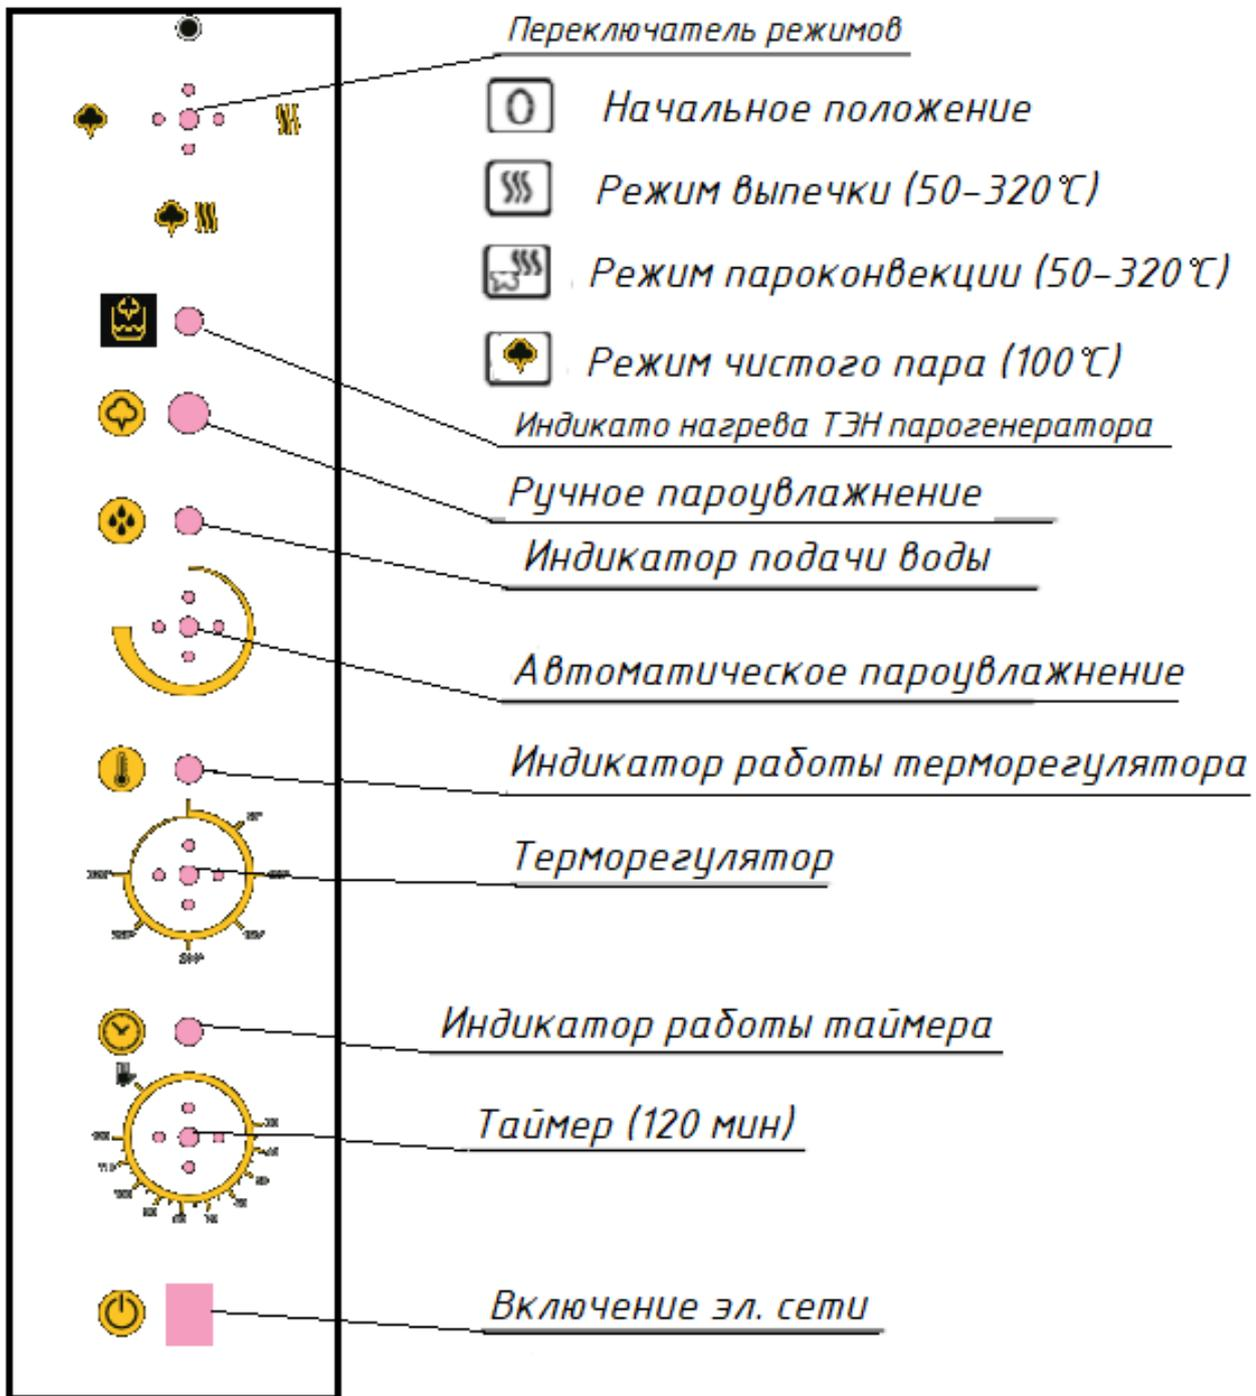
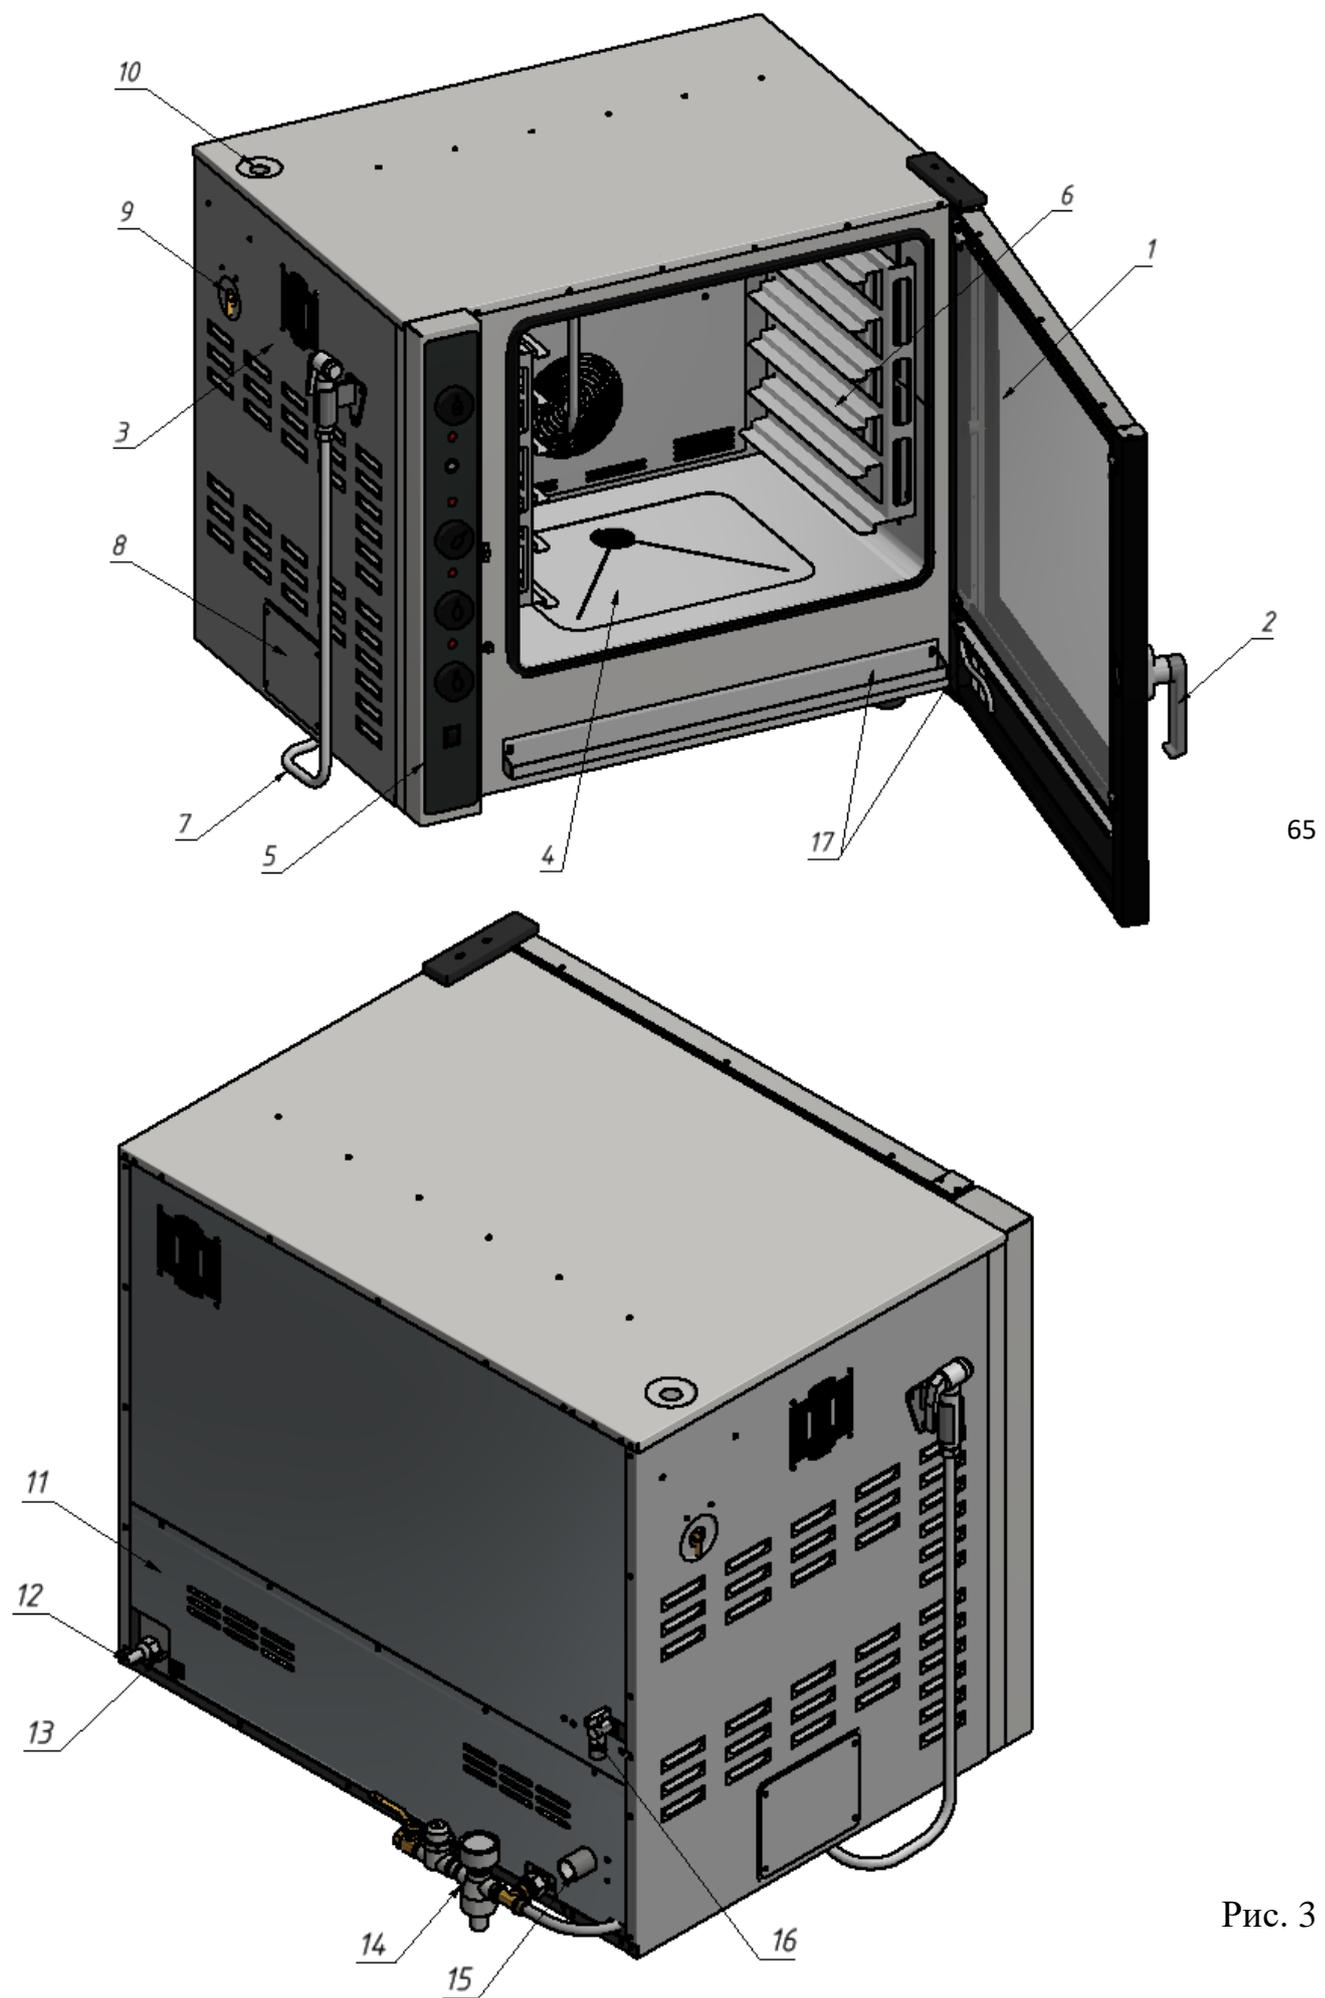
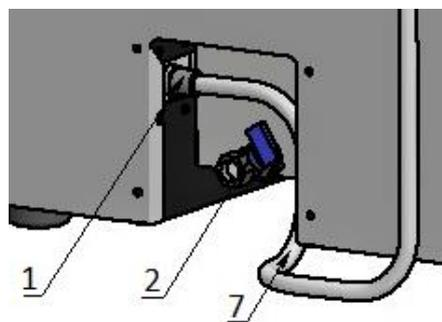

Рис. 2
Рис. 3
Рис.4
1.3. Корпус установки должен быть заземлен (Поз.13, Рис.3).
1.4. Следите за тем, чтобы направляющие (Поз.6, Рис.3) были установлены надежно в рабочей камере после чистки и техобслуживания.
6.1. Элементы управления указаны на Рис.2. Основные части изделия указаны на Рис.3 и перечислены в Таблице 3.
7.4. Подсоединение заземления корпуса пароконвектомата к заземляющему контуру помещения осуществляется согласно ГОСТ 27570.0-87 с помощью болта заземления (Поз.13, Рис.3).
7.5. Электрошнур (ПВС 5х2,5) (Поз.12, Рис.3) печи подключить к электрической сети 380В.
7.6. Присоединить сливной патрубок пароконвектомата (Поз.15, Рис.3) к канализационной сети.
7.7. Во избежание потери пара, убедиться, что кран воронки для промывки парогенератора (Поз.9, Рис.3) закрыт.
7.10. Подсоединить душ (Поз.7, Рис.4) к патрубку (Поз.1, Рис.4) предварительно сняв лючок (Поз.8, Рис.3).
8.3. Установка работает в трех режимах приготовления пищи, режимы задаются с помощью элементов управления Рис.2.
- При «*Выдержки времени*» необходимо задать время выпечки повернув ручку таймера почасовой стрелке и установив необходимую длительность тепловой обработки по шкале (Рис.6). В данном случае нагрев печи прекратится по истечению времени, когда ручка таймера сама установится в положение «OFF» (Рис.6). По завершению времени приготовления установить ручки всех регуляторов (Рис. 2) в нулевое положение.
- При «*Ручном управлении*» печь работает без таймера, для этого следует переключить ручку таймера в крайнее левое положение, режим «ON» (Рис.6). Контроль времени должен осуществляться поваром. По завершению приготовления установить ручки всех регуляторов (Рис.2) в нулевое положение, а ручку таймера перевести в режим «OFF» (Рис.6).
Перед установкой времени приготовления повернуть ручку терморегулятора (Рис.2) в необходимое положение от 50 до 300°С и задать температуру выпечки. О нагреве камеры свидетельствует индикатор работы терморегулятора. Затем установить ручку таймера в нужное положение.
Установка начинает работать в режиме «Выпечка» (ТЭНы нагревают воздух в камере, а вентилятор равномерно распределяет тепло по всему объему камеры). По мере необходимости увлажнения в камере, возможно использование ручного пароувлажнения с помощью кнопки (Рис.2). Подавать воду необходимо импульсами в течение не более 2-3 секунд не более 2 раз.
Предварительно необходимо прогреть камеру до 100 °С в режиме «Выпечка». Затем выбрать переключателем режимов «Пароконвекцию». Перед установкой времени приготовления повернуть ручку терморегулятора (Рис.2) в необходимое положение от 50 до 300°С и задать температуру выпечки. Затем установить ручку таймера в нужное положение.
С помощью регулятора автоматического пароувлажнения (Рис.2) выставить требуемую частоту подачи пара. Крайнему левому положению ручки регулятора характерен впрыск воды продолжительностью 2с каждые 10 мин. Крайнему правому положению ручки регулятора характерен впрыск воды продолжительностью 2с, с частотой 1 мин. О подаче воды в камеру свидетельствует индикатор подачи воды.
8.11. По окончании работы установки: выключить кнопку электросети, провести чистку рабочей камеры специальными чистящими средствами, обмыть ручным душем (Поз.7, Рис.3) и вытереть насухо. Отключить воду.
9.6. - ежедневно. В конце работы необходимо произвести тщательную очистку наружных поверхностей от остатков пищи, конденсата, жира и др., используя для этого стандартные средства очистки, не содержащие абразив. Трудноудаляемые пятна очищать специальными средствами по уходу за нержавеющей сталью. После очистки, протереть все поверхности сухой тканью. Для очистки внутренних стенок камеры следует использовать душ (Поз.7, Рис.3), предварительно сняв направляющие (Поз.6, Рис.3) движением вверх. Для очистки двери следует открыть внутреннее стекло. Для удобства очистки ванночек для сбора конденсата (Поз.17, Рис.3) рекомендуется их приподнять и снять с держателей. Не применять абразивные порошки и средства, содержащие агрессивные среды.
9.8. Периодически следует проверять резиновый уплотнитель на корпусе (Поз.3, Рис.3). В случае износа или повреждения уплотнитель вытянуть из паза и заменить на новый.
9.10. При длительном перерыве в работе установки помимо отключения его от сети электроснабжения, водоснабжения, канализации и заземления необходимо слить воду из гидрозатвора. Для этого необходимо снять лючок (Поз.8, Рис.3), затем (используя гибкую сантехническую подводку или емкость) открыть кран слива воды из гидрозатвора (Поз.2, Рис.4). Также необходимо слить воду из парогенератора. Для этого необходимо (используя гибкую сантехническую подводку или емкость) открыть кран слива воды из парогенератора (Поз.16, Рис.3).
9.11. Очистку парогенератора от накипи проводить 1раз в 10дней, но не реже 1раза в месяц. Для этого отключить пароконвектомат от электросети. Слить воду из парогенератора через кран слива воды (Поз.16, Рис. 3), после чего закрыть кран. Открыть кран воронки для промывки парогенератора (Поз.9, Рис.3) и залить раствор для удаления накипи в воронку для промывки парогенератора (Поз.10, Рис.3) объемом 4 литра, после чего включить оборудование в режим чистого пара на 20 мин. По истечении времени отключить пароконвектомат от электросети и слить раствор через кран слива воды (Поз.16, Рис.3).
9.12. Для удаления остатков моющего средства промыть парогенератор чистой водой не менее 2-х раз, включая режим чистого пара, после наполнения водой выключают режим чистого пара и сливают воду через сливной кран (Поз.16, Рис. 3.)